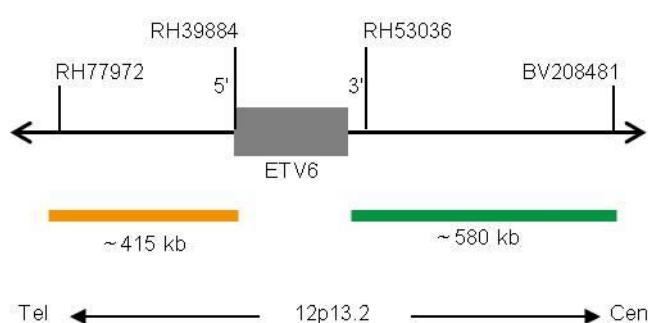

Fig. 1: SPEC ETV6 Mapa da sonda (sem escala)
- Polinucleótidos (~10.0 ng/μl) com marcação ZyGreen (excitação 503 nm/emissão 528 nm), dirigidos ao mapeamento de sequências alvo em 12p13.2\* (chr12:12,054,737-12,634,328) proximais ao ponto de quebra do gene ETV6 (ver Fig. 1).
- Polinucleótidos (~4.5 ng/μl) com marcação ZyOrange (excitação 547 nm/emissão 572 nm), dirigidos ao mapeamento de sequências alvo em 12p13.2\* (chr12:11,393,774-11,808,608) distais ao ponto de quebra do gene ETV6 (ver Fig. 1).